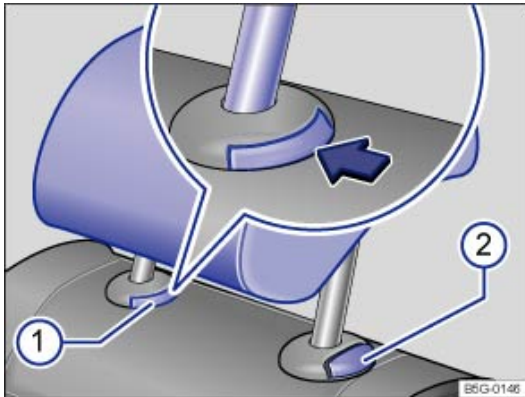

Fig. 75 Appuie-tête arrière : dépose
- Appuyez sur la touche ⇒ Fig. 75 ① au niveau du guide d'appuie-tête.
- Appuyez en même temps sur la touche ② pendant qu'une deuxième personne retire complètement l'appuie-tête.
- Déplacez l'appuie-tête vers le bas en appuyant sur la touche ⇒ Fig. 75 ②.